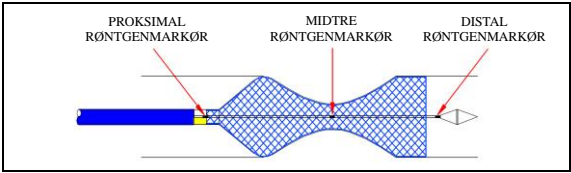

Figur 4
- e) Når midtre røntgenmarkør når midten av målstrukturen, fortsett å trekke tilbake på Y-koblingen til stenten er helt anvendt (se figur 4, 5).